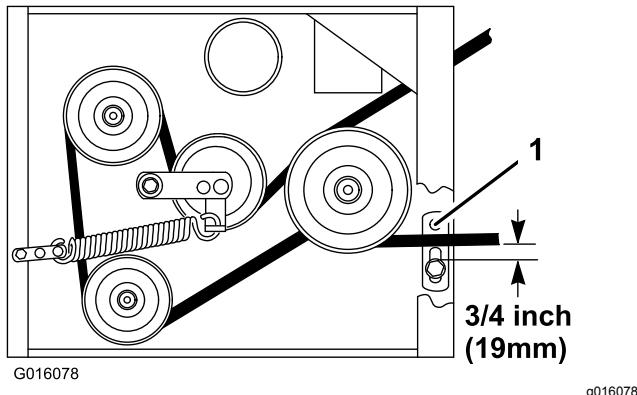

Bild 48
8. Stellen Sie sicher, dass die Riemenführung unter dem Motorrahmen richtig eingestellt ist (Bild 48).
Hinweis: Bei eingekuppeltem Mähwerkriemen muss der Abstand zwischen der Riemenführung und dem Mähwerkriemen 19 mm betragen (Bild 48). Stellen Sie den Mähwerkriemen ggf. ein. Der ausgekuppelte Riemen sollten nicht schleifen oder von der Scheibe rutschen, wenn die Führungen richtig eingestellt sind.